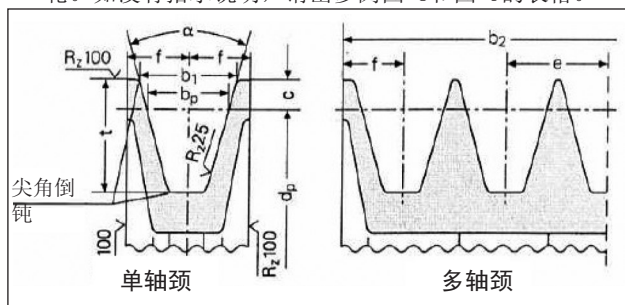

图 8
- a) 使用皮带制造商说明/建议轴颈尺寸的V型皮带用皮带轮。如没有指示说明，请出参阅图 8和图 9的表格。